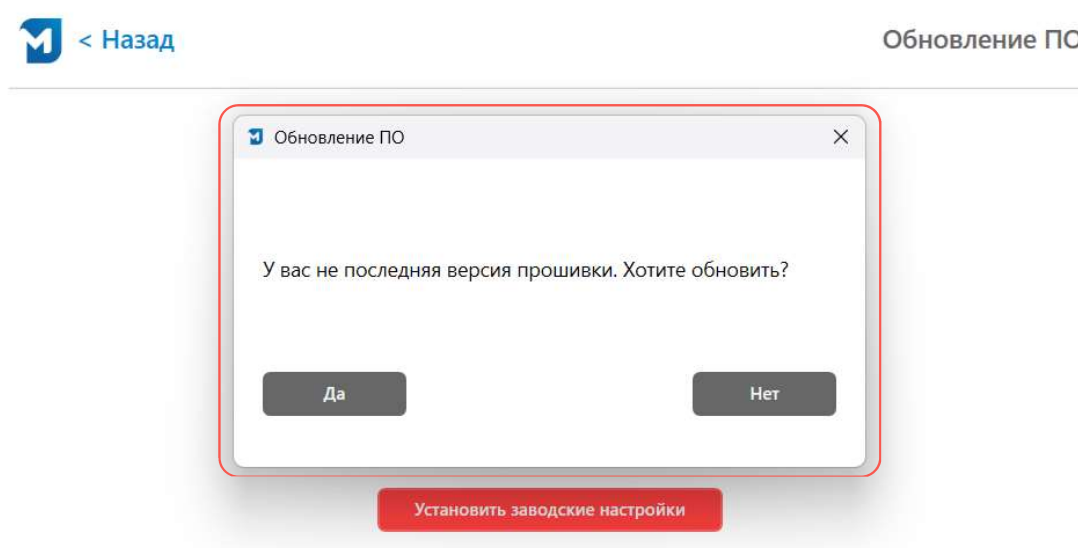
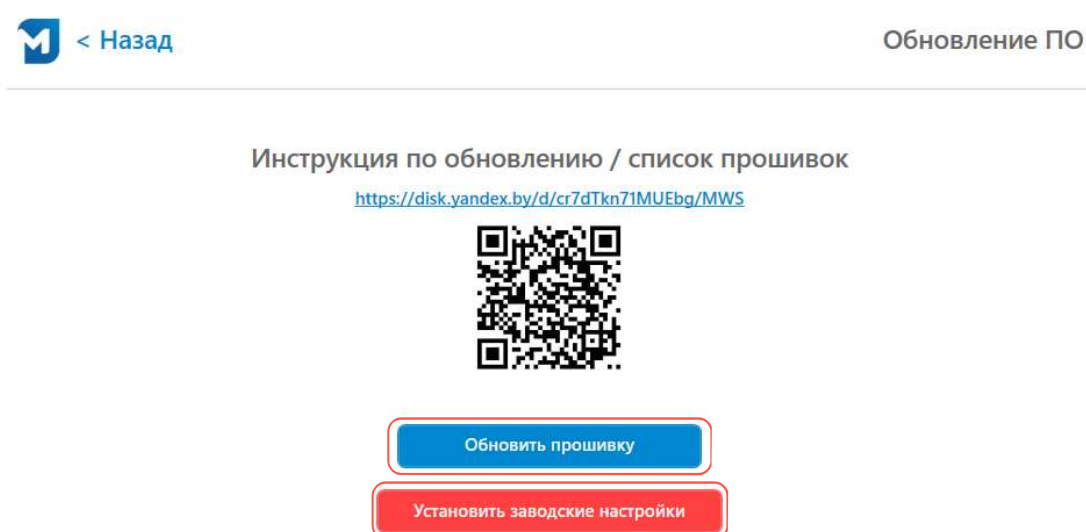

Рис. 19. Окно предложения автоматического обновления ПО
Рис. 20. Окно ручного обновления ПО и установки заводских настроек
- В окне «Обновление ПО» вы можете обновить прошивку eurosens MWS 2 при необходимости. Если у вас есть доступ к интернету и у вас не последняя версия ПО, программа предложит автоматическое обновление прошивки (Рис. 19), при отсутствии интернета данную процедуру можно провести в ручном формате (Рис. 20). Кроме обновления ПО, на данной вкладке вам доступна возможность привести датчик к заводским настройкам (Рис. 20).